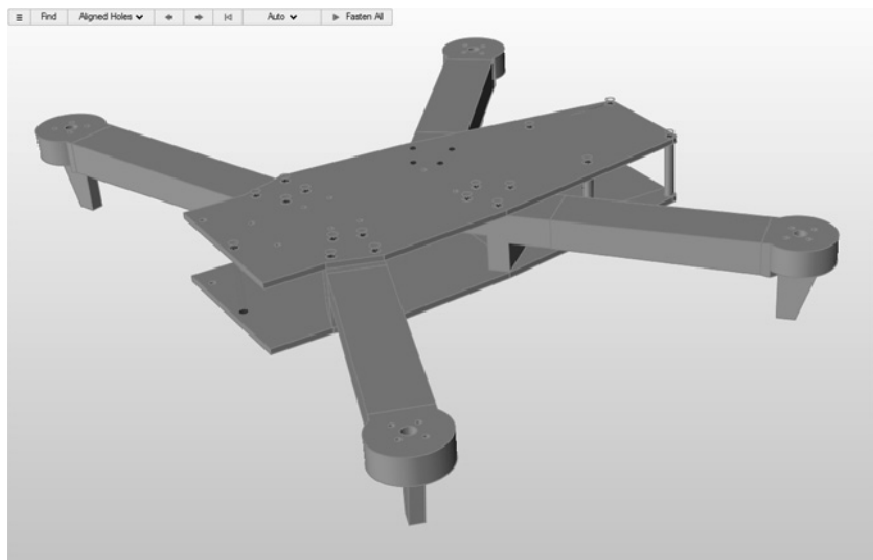

图 11-3
2) 此时弹出一个操作栏，且该工具会自动找出可以放置螺栓连接的位置，并以红色高亮显示，如图 11-3 所示。